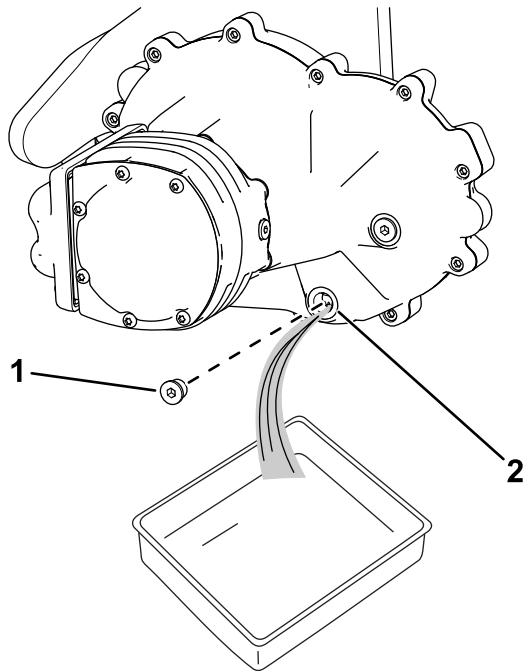

Figura 11
1. Coloque un recipiente debajo del conjunto del motor de rueda (Figura 11).
2. Retire el tapón del orificio de vaciado (Figura 11).
5. Instale el tapón de vaciado en el orificio de vaciado (Figura 11).